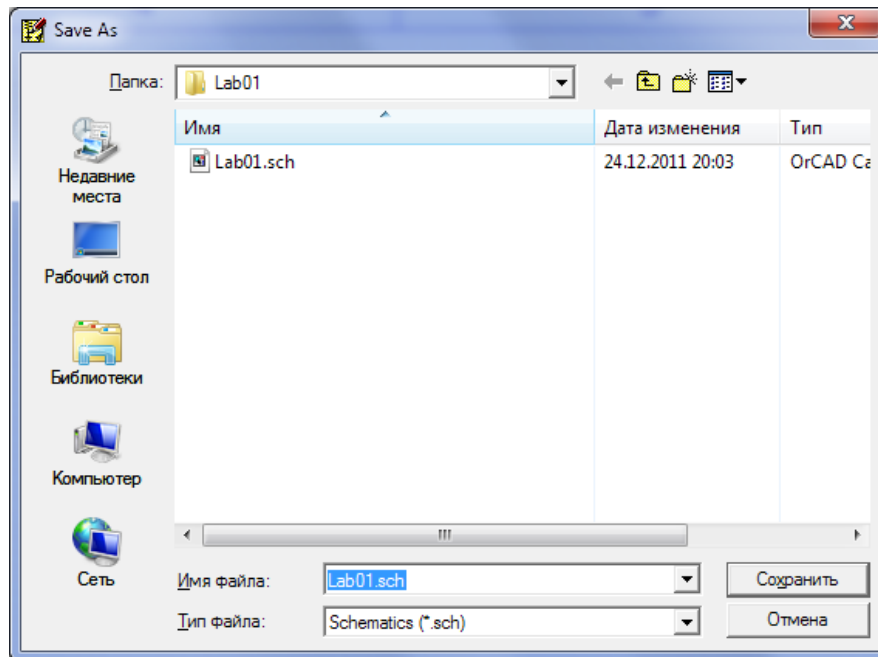

Рис. 12.2. Діалогове вікно Save As
2) Для того, щоб зберегти безіменний файл на диску, виберіть команду меню File → Save As (Файл → Зберегти як і збережіть ваш робочий лист в теці D :\Student#\RT - 10\Lab01 (де # - номер бригади) під ім'ям Lab01.sch, як це показано на рис. 12.2.